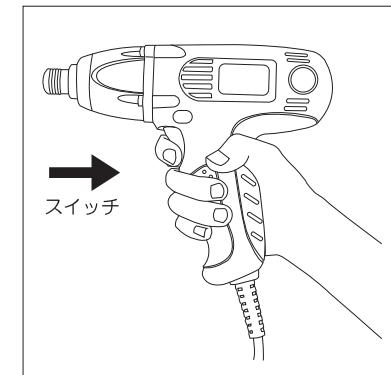

図2
■スイッチの操作(図2)
■作業中は落下防止のため、吊りひもに手を通してご使用下さい。(図2参照)